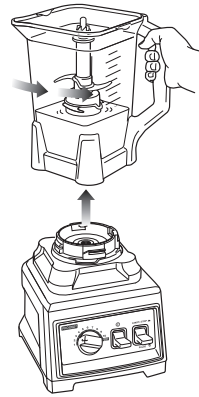

Fig. 8
- 14 Para consistencias más espesas, retire la tapa y la unidad superior de cuchillas apiladas con cuidado (por su eje); luego, vacíe el contenido del recipiente. Para quitar la tapa, presione el botón de liberación de la tapa, tire del mango de la tapa hasta un ángulo de 90 grados y levante la tapa de la jarra. (Fig. 8)